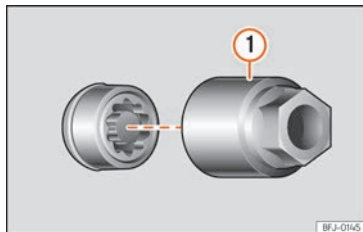

Abb. 221 Diebstahlhemmende Radschraube mit Abdeckkappe und Adapter
- Setzen Sie den Spezialadapter » (Abb. 221) ① (Bordwerkzeug » S. 306) bis zum Anschlag in die diebstahlhemmende Radschraube ein.